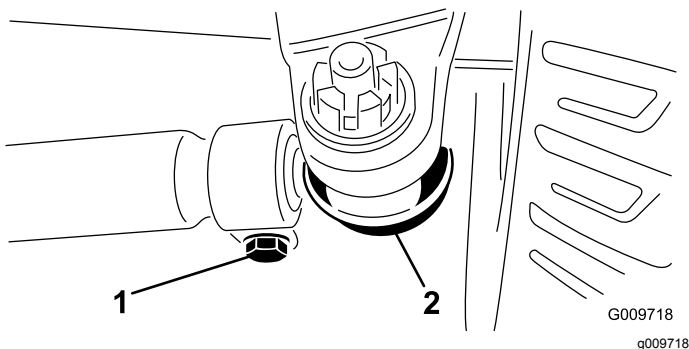

Figura 110
3. Para ajustar, retire la chaveta y la tuerca de cualquiera de las articulaciones esféricas de la biela (**Figura 110**). Retire la rótula de la biela del soporte del cojinete del eje.
4. Afloje las abrazaderas en ambos extremos de las bielas (**Figura 110**).